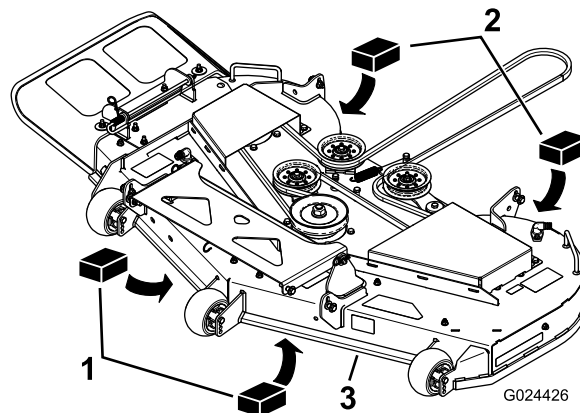

Figura 72
3. Posizionate due blocchi da 6,66 cm sotto ciascun lato del bordo anteriore del piatto di taglio, ma non sotto le staffe dei rulli antistrappo (Figura 72).
4. Posizionate due blocchi spessi 7,30 cm sotto il bordo posteriore della falda del piatto di taglio, uno su ciascun lato del piatto (Figura 72).